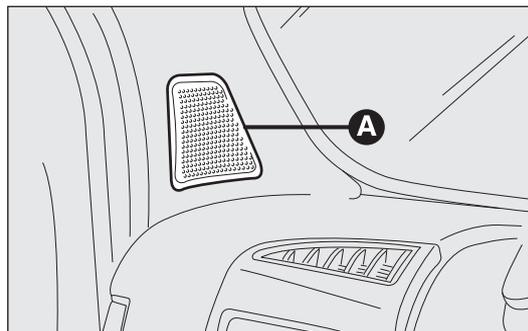

fig. 128
- ❑ 2 tweeters A situados en los montantes delanteros (potencia 30W máx. cada uno) fig. 128;